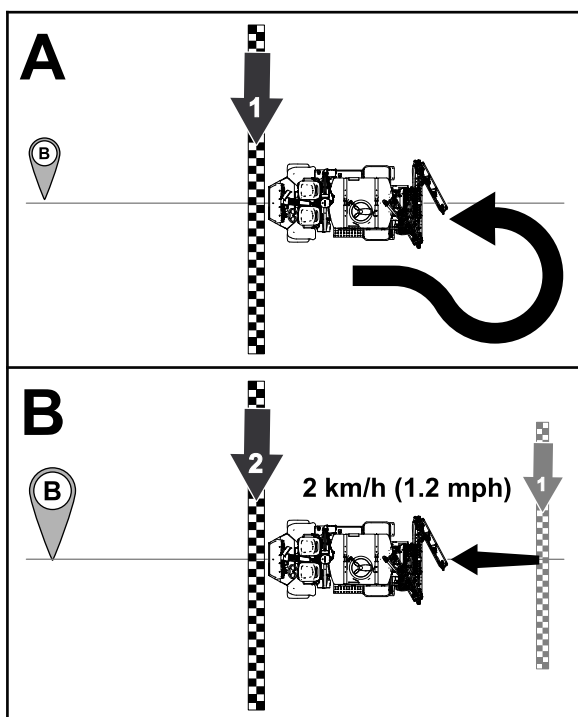

Figura 170
Vire a máquina no sentido contrário, alinhe-a com a posição das linhas guia A e B na consola de controlo (Figura 170).
8. Antes de alcançar o ponto B, defina a velocidade de deslocamento da máquina para 2 km/h, e engate o bloqueio do acelerador da máquina (Figura 170).